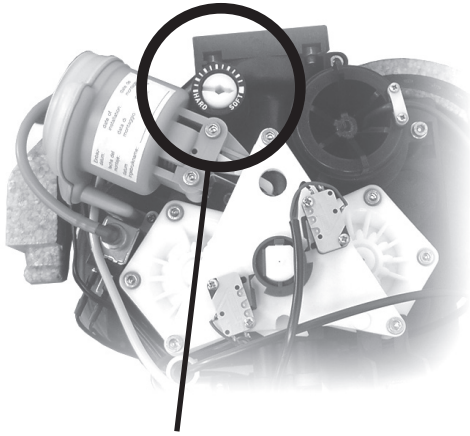

Abb. 6 Verschneideventil
- j) Drehen Sie das Verschneideventil (Abb. 6) für die Verschneidung (Beimischung von hartem Wasser) so, dass das Wasser nach der Enthärtungsanlage die gewünschte Härte - im Normalfall ca. 8 °dH - hat. Die Härtemessung des Wassers kann mit einem Härteprüfgerät durchgeführt werden.